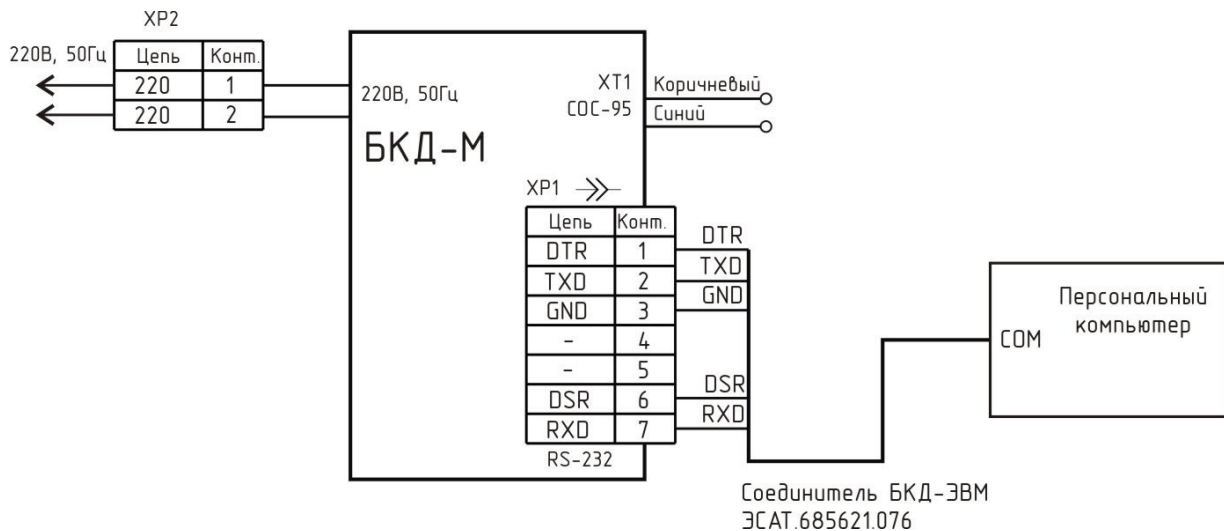

Рисунок 13
1) Подключить персональный компьютер с установленной сервисной программой RASOS к БКД-М при помощи соединителя «БКД-ЭВМ» (рисунок 13).